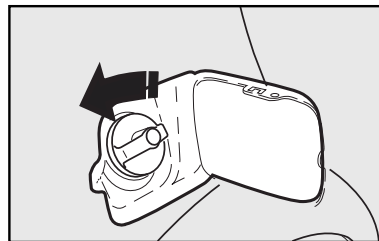

fig. 96
- Gire la llave en sentido antihorario y gire la tapa en el mismo sentido, hasta que esta se libere **fig. 96**.